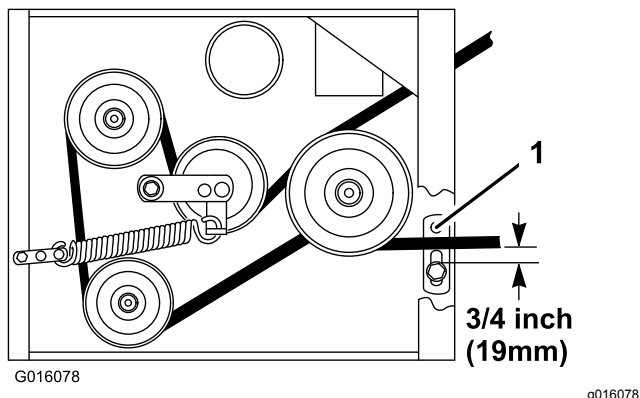

Figura 48
8. Verifique a guia da correia debaixo da estrutura do motor para o devido ajuste (Figura 48).
Nota: Quando a correia do cortador é acionada, certifique-se de que a distância entre a guia da correia e a correia do cortador é de 19 mm (Figura 48). Ajuste a guia da correia do cortador conforme necessário. A correia livre não deve arrastar-se nem cair da polia quando as guias estiverem devidamente ajustadas.